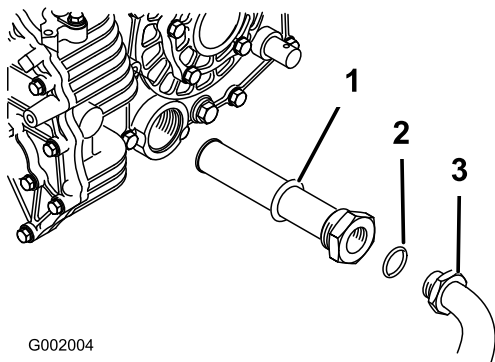

Figure 54
5. Déposez le flexible hydraulique et le raccord à 90° (Figure 54).